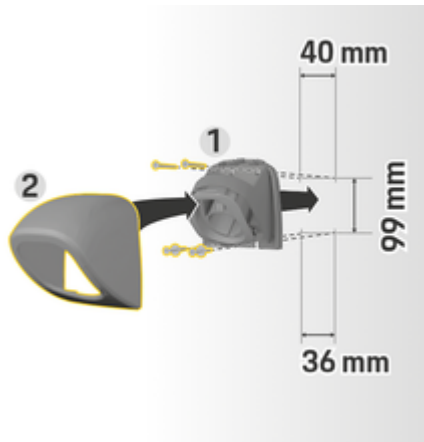

Fig. 8: Cotes de perçage
1. Retirez le support de prise 1 du couvercle (Fig. 8) 2 (Fig. 8).
4. Vissez le support de prise 1 (Fig. 8) dans le mur.
5. Placez le couvercle 2 (Fig. 8) sur le support de prise 1 (Fig. 8) par le bas et pressez vers le haut.